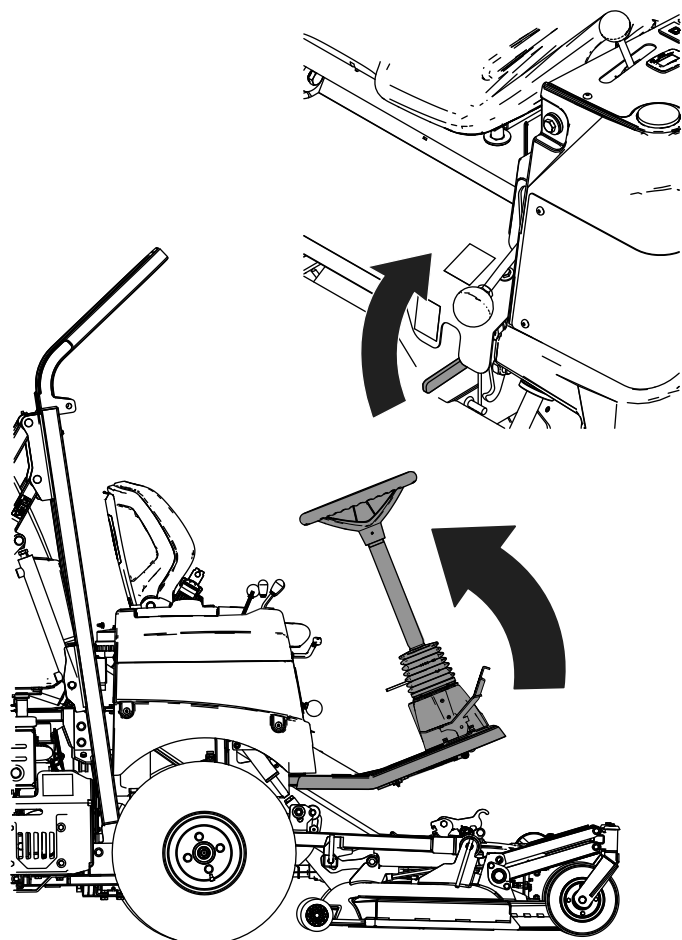

Figura 87
7. Sollevare la piattaforma dell'operatore e innestare la leva di blocco (Figura 87).